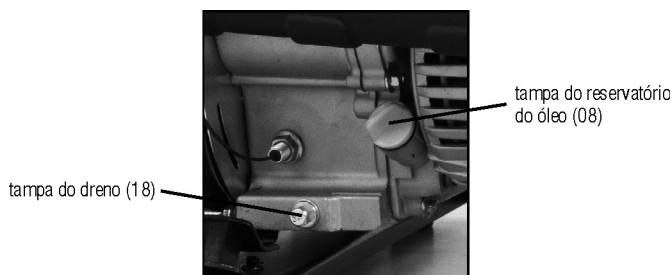

Fig. 19 – troca de óleo
- 4 – Remova a tampa de dreno do cárter (fig. 19);